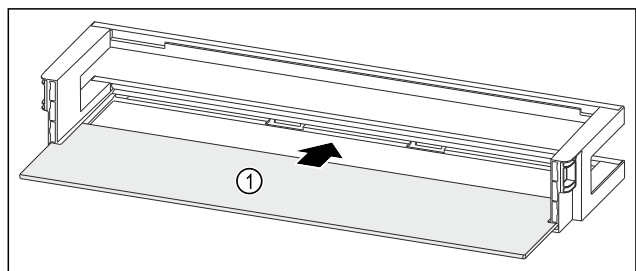

Fig. 139 Ajtópolc tárolólappal
- ▶ Tolja be a tárolólapot Fig. 139 (1) az oldalsó bemarásokba.